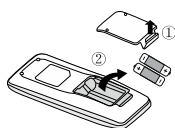

Fig. 1
1. Enlevez le couvercle en direction de la flèche (voir la figure 1 ①).
2. Sortez les piles usées (voir la figure 1 ②).